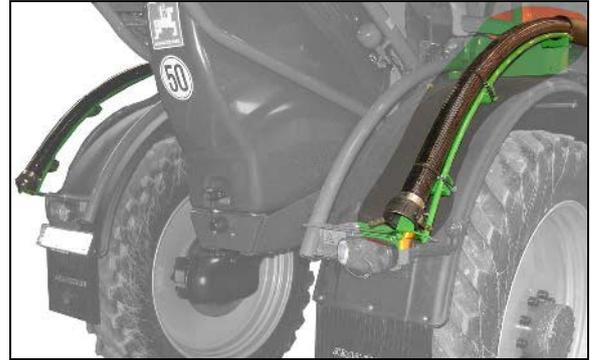

Fig. 76
- Befüllung mit freier Fließstrecke und Schwenkauslauf (Fig. 76).